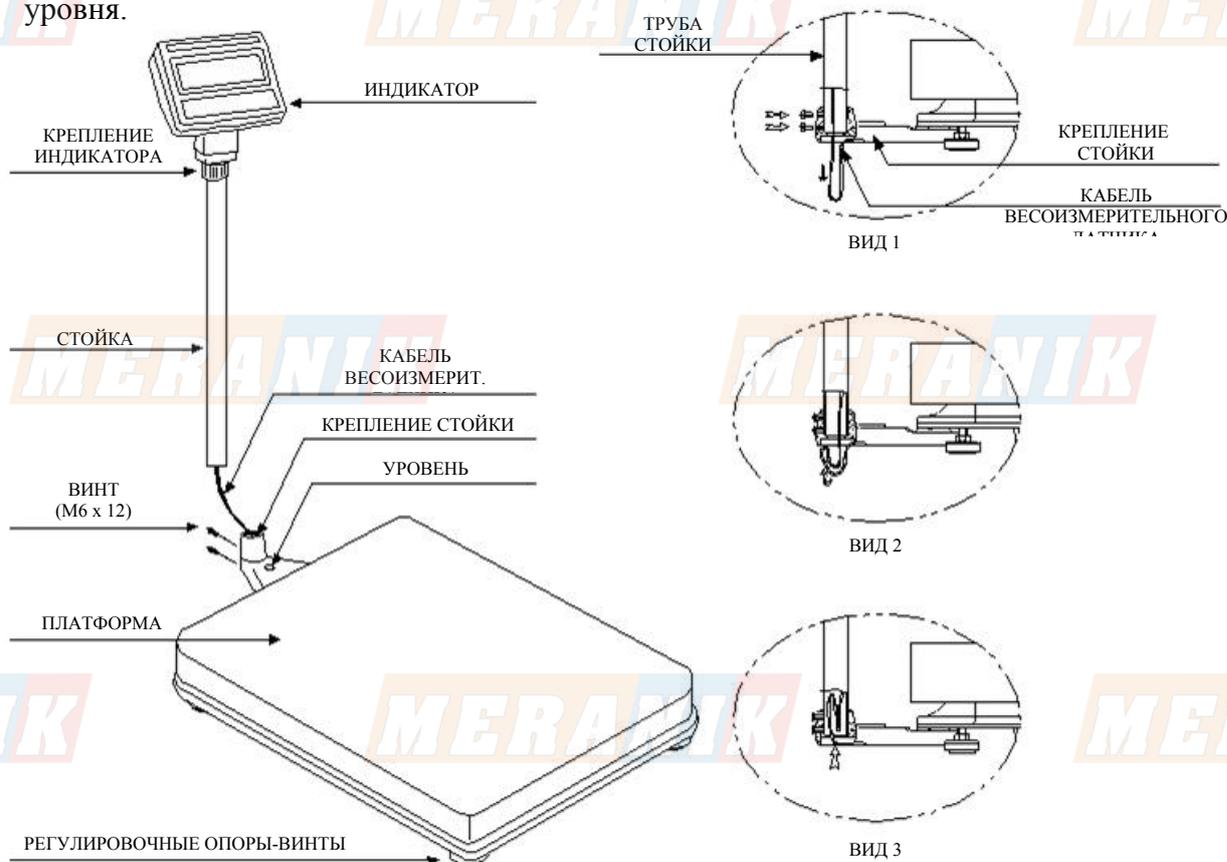

Рисунок 5.1 – Схема сборки весов со стойкой
- ❑ Закрепите стойку в гнезде при помощи 2-х винтов, используя шестигранный ключ, входящий в комплект (см. рисунок 5.1, вид 1).
- ❑ Спрячьте провод, выходящий наружу, в стойку (см. рисунок 5.1, вид 2 и 3).